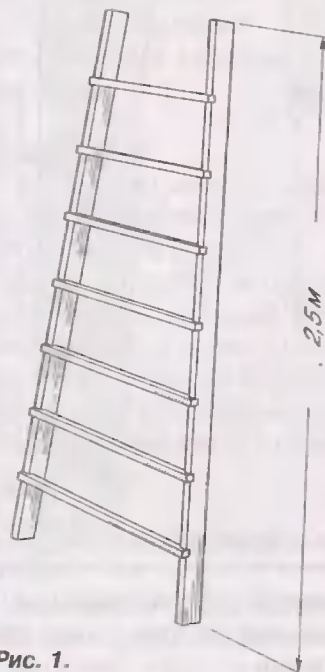

Рис. 1.
3. По шаблону обводят контур «сердечка» на 4-х деталях **А** (рис.1) на расстоянии 275 мм от нижнего торца и лобзиком выпиливают «сердечко». Зачищают контур до линии разметки, чтобы удалить следы от пилки.
5. Размечают и выпиливают опоры **В** из заготовок. На досках подстоля снимают фаски (см. рис.1).
6. Совместив концы и положив между деталями **А** 12-мм прокладки, складывают их парами и по размерам на рис.1 размечают на нижних торцах положение осей шкантов. Переносят разметку на сопрягаемые кромки опор **В**. Высверливают в опорах отверстия.
- Рис. 1. Малая приставная лестница.**
Эти проблемы можно решить, если сделать две приставные лестницы, состыковав которые, вы получите одну длинную. Кроме того, две лестницы, соединенные осью, – это стремянка. Таким образом родилась конструкция универсальной приставной лестницы, которая имеет варьруемую длину до 5,5 м, компактно складывается при хранении и легко преобразовывается в стремянку (рис. 1...4). На мой взгляд, наиболее целесообразно иметь две стыкуемые друг с другом лестницы высотой 2,5 и 3,5 м, хотя в каких-то иных конкретных условиях оптимальным будет другое соотношение, которое будет определяться высотой потолков, уровнем первого этажа и общей высотой дома, а также возможностями хранения.
Примем длину звена забора L равной 2,5 м, а высоту H — 1,6 м. Таким образом, площадь звена F будет равна 4,0 м². Она же приходится на столб, по половине звена с каждой стороны (рис. 1). Умножим эту площадь на аэродинамический коэффициент, равный 1,4 для вертикального забора (Справочник строителя. — Киев, 1958), и на расчетную величину скоростного напора ветра (40 кг/м² для средней полосы России) и получим 224 кг.